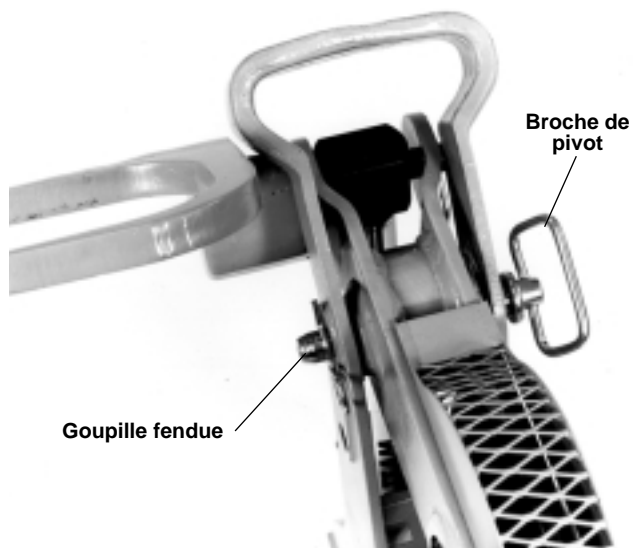
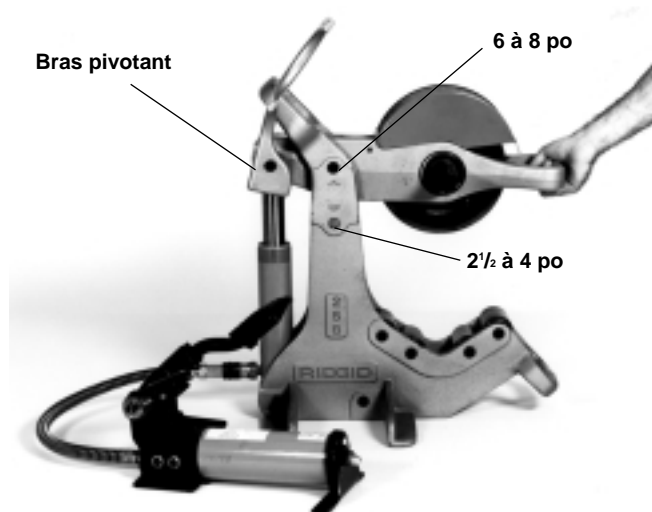

Figure 9 – Retrait de la goupille fendue et de la broche de pivot
Figure 10 – Alignement du bras pivotant
- a. Retirer la goupille fendue et la broche de pivot du bras pivotant (*Figure 9*). En activant la pédale pneumatique, repositionner le bras pivotant jusqu'au trou marqué "6" – 8". Aligner le trou du bras pivotant avec le trou du bâti de la tronçonneuse, puis réintroduire la broche de pivot et la goupille fendue. Utiliser la poignée en tête du bras pivotant pour aligner les trous (*Figure 10*).